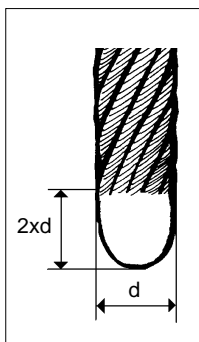

Fig. 1.5
- S'assurer que le diamètre du câble correspond bien au diamètre indiqué sur la plaque technique du treuil TIRAK, que la longueur du câble est suffisante et que la pointe du câble est conforme à la fig. 1.5.